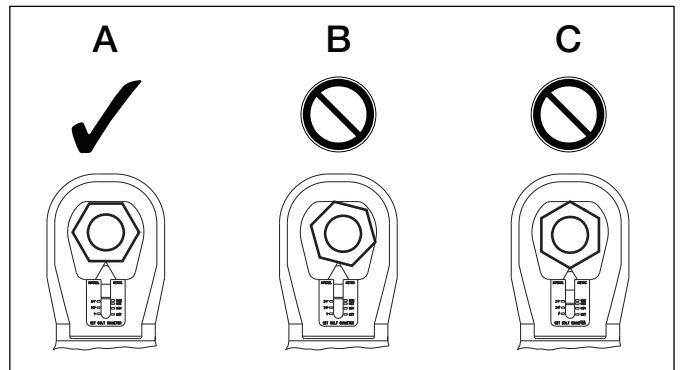

图 8，定位切割头
6. 将切割头定位在螺母上方，确保刀片的平面靠在螺母的其中一个平面上。将螺母定位在切割头内的居中位置，以便刀片从螺母平面的中心切割。请参阅图 8 的视图“A”。